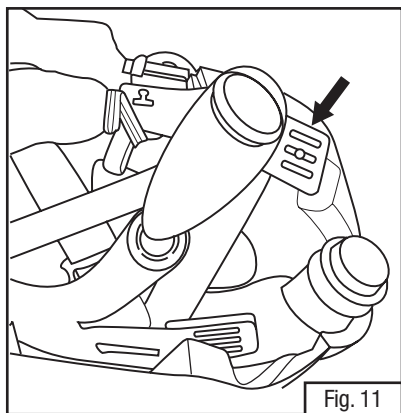

Fig. 11
- Libérer la coiffe de la pièce faciale en tirant le trou d'ajustement de la hauteur à l'extérieur de l'ancrage à chacun des quatre points de fixation. La Fig. 11 indique l'un des trous de fixation. Il y en a 2 à l'avant et 2 à l'arrière.
- Installer la nouvelle coiffe en encliquetant chacun des quatre trous d'ajustement de la hauteur dans chacun des quatre encliquets qui se trouvent sur la coque de la pièce faciale. **REMARQUE :** Voir la section *Mise en place et ajustement* de ces *directives d'ajustement* pour des renseignements sur l'ajustement de la coiffe pour un port confortable (Fig. 11).